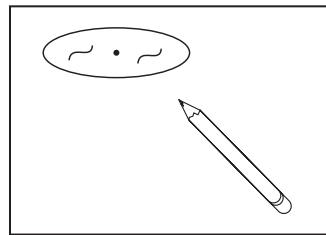

Figura 2
**Paso 2.** Ubique el centro de la abertura planteada en el panel del techo y use una plantilla para marcar y cortar un agujero de 5-1/2" (para carcassas de 5") o de 6-5/8" (para carcassas de 6") (Figura 2).